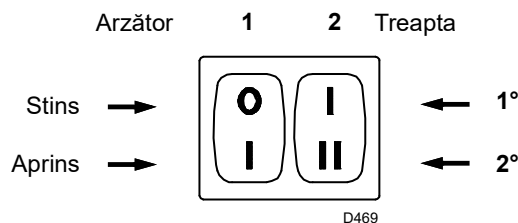

Fig. 18
- Porniți arzătorul închizând telecomenzile și cu comutatorul 1)(Fig. 18) în poziția „PORNIT”. Pompa trebuie să se rotească în direcția săgeții de pe capac.
- Când motorina iese din șurub 4) sau 8), pompa este declanșată. Opriți arzătorul: comutatorul 1)(Fig. 18) în poziția „OFF” și înșurubați șurubul 4) sau 8).